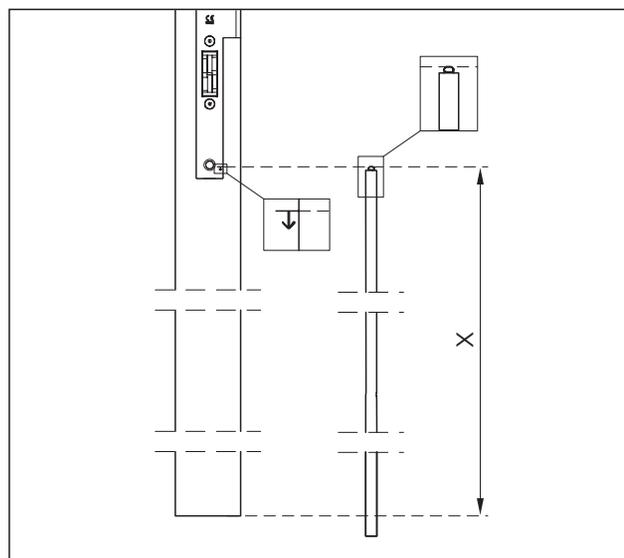

Abb. 43 Länge der unteren Treibriegelstange ermitteln
3. Die Länge der unteren Treibriegelstange ermitteln und markieren (Abb. 43).